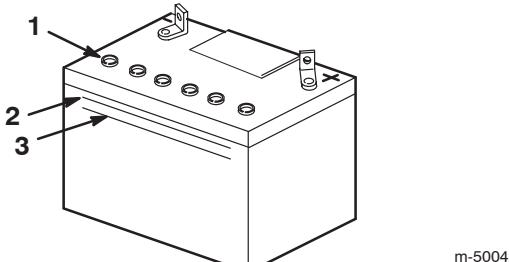

Bild 24
2. Sehen Sie sich die Seite der Batterie an. Der Füllstand muss bis zur oberen Linie reichen (Bild 24).
Wichtig Der Säurestand darf nicht unter die untere Linie fallen (Bild 24).
3. Nehmen Sie die Entlüftungsdeckel von der Batterie ab (Bild 24).
4. Gießen Sie langsam destilliertes Wasser in jede Batteriezelle, bis der Säurestand die obere Linie (Bild 24) am Batteriegehäuse erreicht.
5. Warten Sie nach dem Füllen der Batteriezellen fünf bis zehn Minuten. Gießen Sie bei Bedarf destilliertes Wasser in jede Batteriezelle, bis der Säurestand die obere Linie (Bild 24) am Batteriegehäuse erreicht.